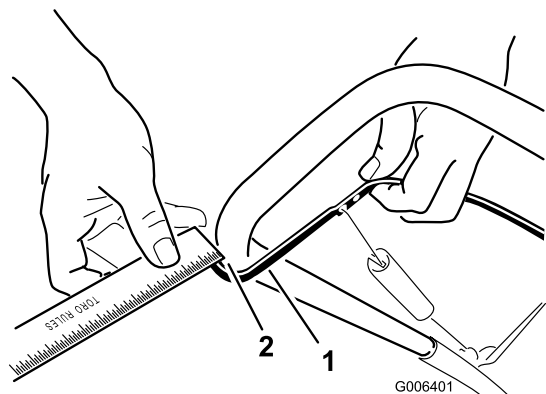

Figure 23
Rapprochez la barre de commande du guidon pour tendre le câble de commande (Figure 23).
Remarque: Vérifiez que la barre de commande et le guidon sont espacés de 2 à 3 mm (1/16 à 1/8 po.) (Figure 23).
2. Accrochez le raccord en Z à un trou plus haut ou plus bas sur la biellette de réglage de manière à obtenir un écart de 2 à 3 mm (1/16 à 1/8 po.) entre la barre de commande et le guidon (Figure 23).